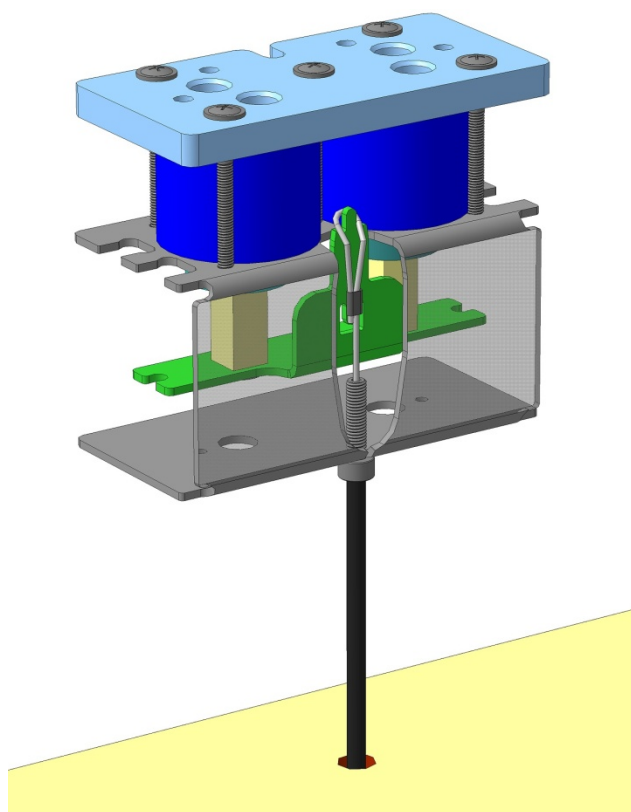
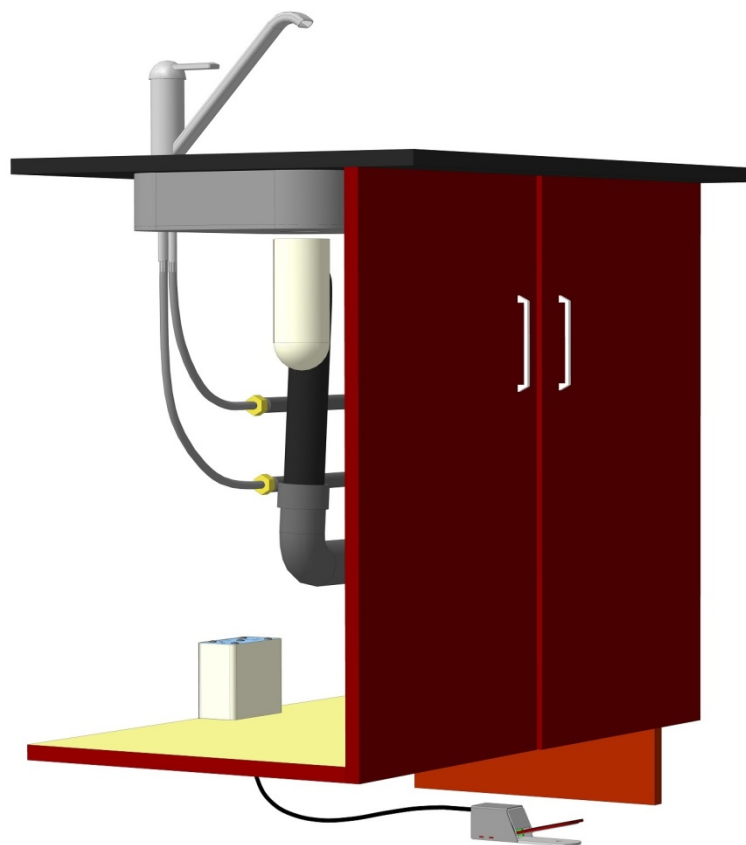

Рис. 2
Рис. 3
2). Снимите защитный пластиковый короб с блока картриджей, отсоедините обе пружины, наклоните штоки картриджей (*положение открыто*), завинтите регулировочный винт, зацепите трос, как показано на (Рис. 2), верните штоки картриджей в исходное положение (*положение закрыто*), установите обе пружины на прежнее место и регулировочным винтом отрегулируйте натяжение троса. Трос должен быть слегка натянут. Убедитесь в чёткости срабатывания нажатием на клавишу. Установите защитный короб и на двухсторонний скотч приклейте в выбранном месте клавишу к полу. (Рис. 3)